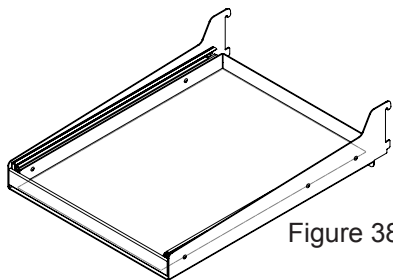

Figure 38
- (1) étagère en porte-à faux, encadrement et verre déploiement (Voyez la figure 38).